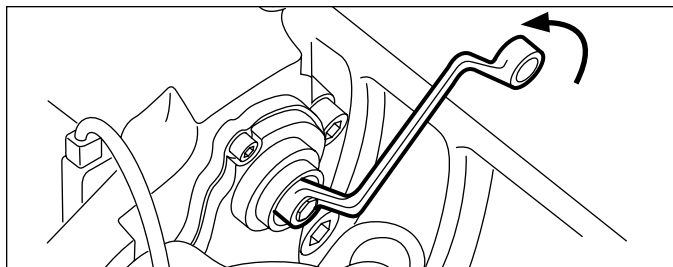

FIGURE 20 - RECULER (AUGMENTER) LE JEU FONCTIONNEL
4.2.2 À l'aide d'une clé polygonale fermée de 10 mm, tourner l'adaptateur de cisaillement (61) dans le **sens antihoraire** et écouter les 3 clics produits alors que le mécanisme recule (augmente) le jeu fonctionnel. Remarque : Ne pas utiliser une clé ouverte, car cela risquerait d'endommager l'adaptateur. Cf. Figure 20.